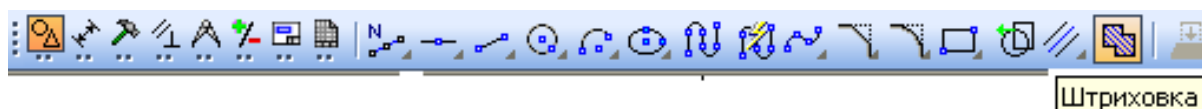

Рисунок 4.16 – Команда Штриховка
16. Активизируйте пиктограмму *Штриховка* (рисунок 4.16).